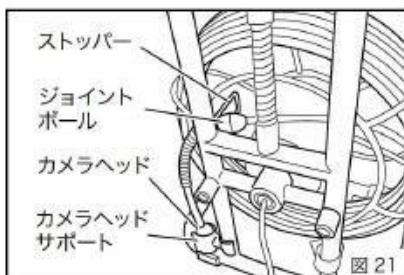

図 21
- ・カメラヘッドの30cm手前ぐらいから水平になるようジョイントポールがストッパーに当たるまで押し込みます。(図 21)